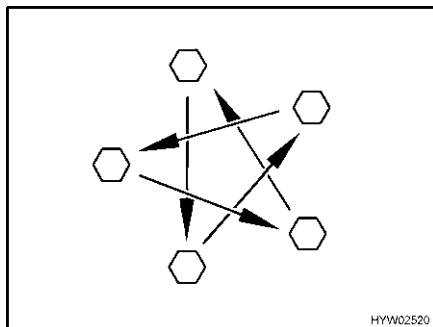

Fig. 166 Serrare a croce i dadi o i bulloni delle ruote
- Controllare regolarmente il serraggio dei dadi o dei bulloni. Regolare a croce (Fig. 166) il serraggio dei dadi o dei bulloni di una ruota sostituita dopo circa 50 km.
- ▷ Serrare a croce i dadi o i bulloni delle ruote (Fig. 166).